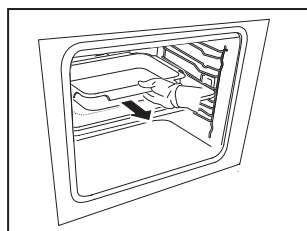

Fig. 1
1. Pak de voorste handgreep met beide handen vast en schuif de schaal gedeeltelijk naar buiten (Fig. 1).